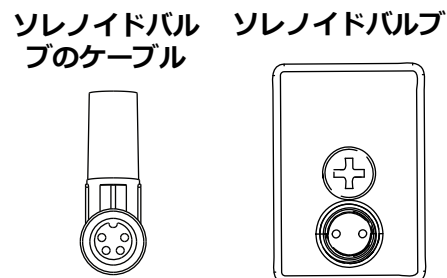

図 72
**注:** ケーブルがソレノイドバルブにプラグインされる前に、ソレノイドバルブケーブルのピンが図 72 で示されているように方向付けされているようにしてください。